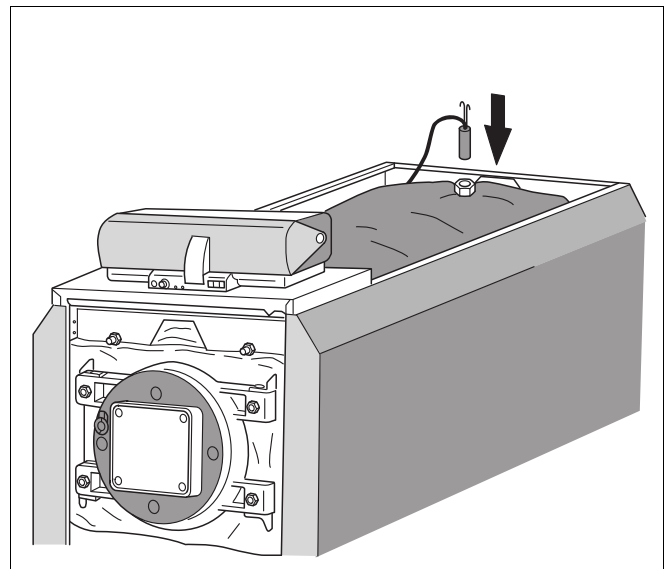

Рис. 20 Установка датчиков в погружную гильзу
- Проведите капиллярные трубки с датчиками и заглушками в четверть круга к погружной гильзе в точке замера М и вставьте датчики в нее до упора (рис. 20).